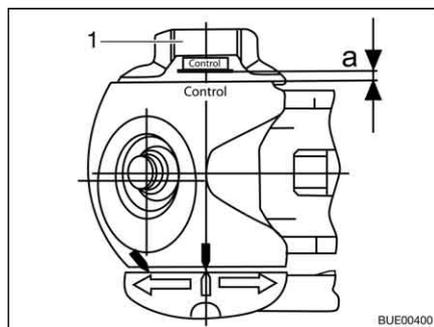

Bild 223 Verschleißkontrolle
- Handrad (Bild 223,1) zudrehen, bis die Drehmomentbegrenzung hörbar und spürbar durchratscht. Drehrichtung: im Uhrzeigersinn.
- Abstand  $a > 0$  (Bild 223): Verschleiß innerhalb des zulässigen Bereiches.